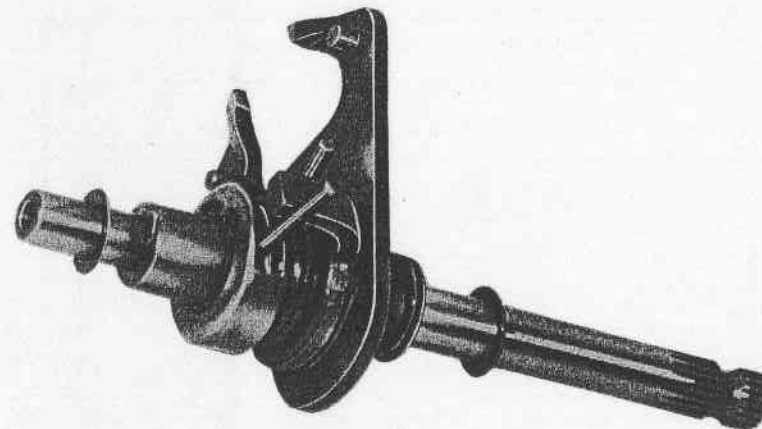

Fig. 28 - Groupe sélecteur des vitesses
- Vérifier la position des rondelles de calage à l'extrémité. L'épaisseur peut être de 0,4-0,6-0,8 m/m. Pour un éventuel remplacement respecter la position du démontage (Fig. 28). Monter la bague $\varnothing 12,4 \times 14,4 \times 9$ sans la ressort du sélecteur.